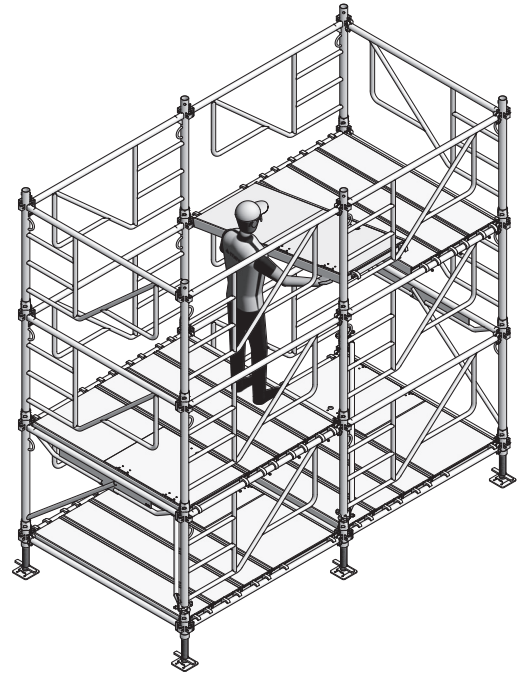

Abb. 18.2
17. Den Gerüstbelag aus Ebene 1 in einem Turm ausbauen und in Ebene 2 einbauen (Abb. 18.2).